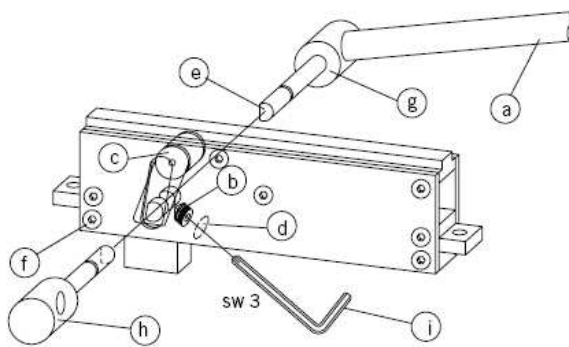

Fig. 21
21. Переключение коннектора напольного доводчика (Рис. 21):